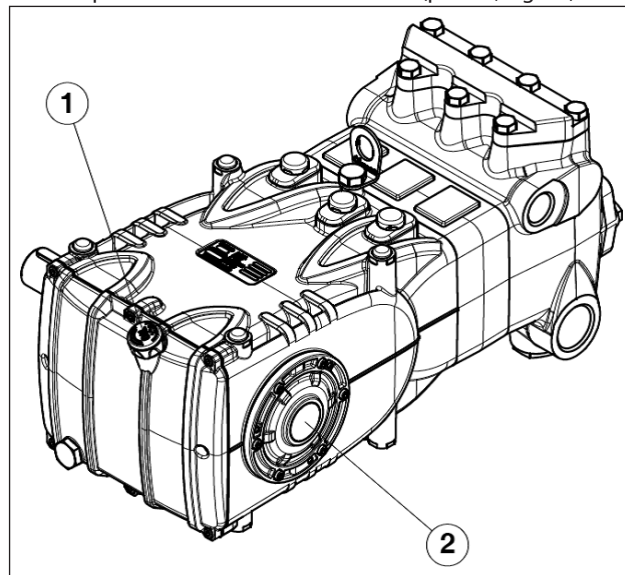

Fig. 13
- O óleo no cárter da bomba esteja no nível, verificando-o com a vareta adequada (pos. ①, Fig. 13) e, excepcionalmente com a luz do nível (pos. ②, Fig. 13).